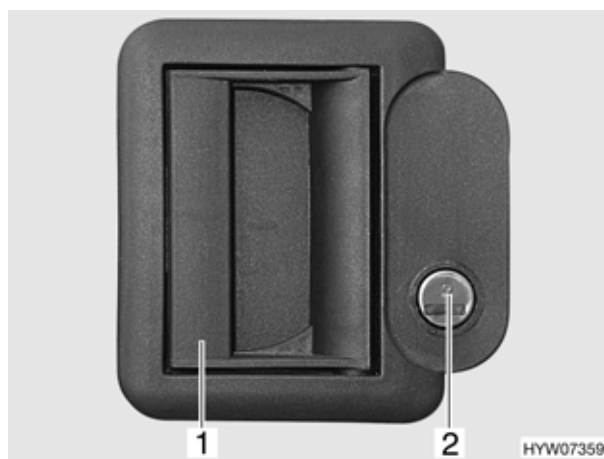

Fig. 22 Serratura della porta di ingresso, lato esterno
- Inserire la chiave nel cilindro della serratura (Fig. 22,2) e girare in senso orario, fino a quando la serratura della porta si sblocca.
- Aprire la porta tirando la maniglia (Fig. 22,1).
- Inserire la chiave nel cilindro della serratura (Fig. 22,2) e girare in senso antiorario, fino a quando la serratura della porta si blocca.